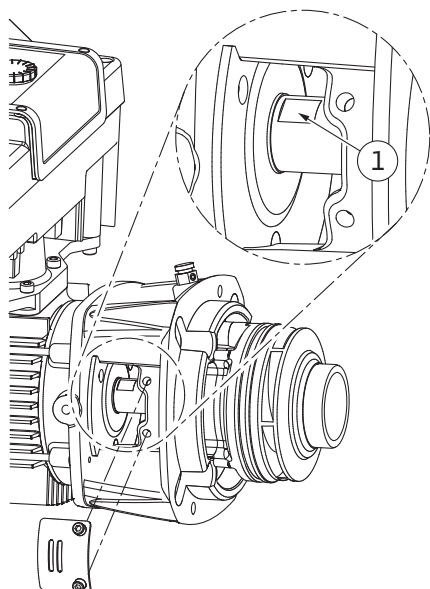

Fig. 100: Plochy klíče na hřídeli
14. Do okna lucerny zasuňte otevřený klíč, (velikost 22 mm) a držte hřídel na plochách klíče (Fig. 100, poz. 1). Vyšroubujte matici oběžného kola (Fig. I, poz. 22). Dojde k automatickému stažení oběžného kola (Fig. I, poz. 21) z hřídele.
3. Do okna lucerny zasuňte otevřený klíč, (velikost 22 mm) a držte hřídel na plochách klíče (Fig. 100, poz. 1).